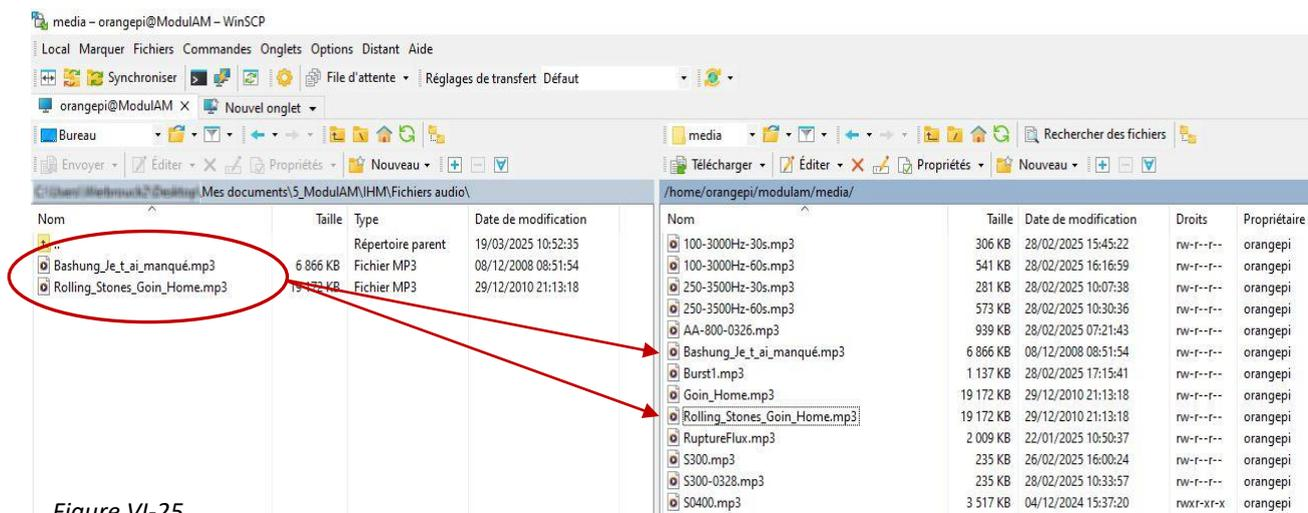

Figure VI-25
- À gauche, on distingue les dossiers de l'ordinateur : il faut alors dérouler l'arborescence (A) jusqu'à la visualisation du ou des fichiers audio que l'on souhaite copier,
- À droite, ce sont les dossiers du **ModulAM** via l'Orange pi Zero ; il faut dérouler l'arborescence (B) jusqu'à atteindre le dossier « media » (C) : home/orangepi/modulam/media.
- Ouvrir ce dossier « media » : de nombreux fichiers *.mp3 y sont déjà présents. Ils correspondent pour la plupart aux fichiers des fréquences et séquences de fréquences sinusoïdales enregistrées accessibles pour l'assistance à l'alignement des récepteurs (figure VI-25).